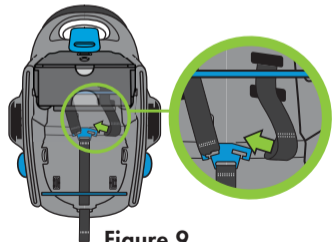

Figure 9
- Tenez la chape argentée en métal du harnais bien droite en vous assurant qu'il n'y a pas de torsion dans la sangle de réglage du harnais et faites glisser l'extrémité de la boucle de chaque sangle de harnais d'épaule dans la fente de la chape en métal du harnais, en veillant à ce que chaque sangle soit complètement à l'intérieur de la fente, comme indiqué à la **Figure 9**.